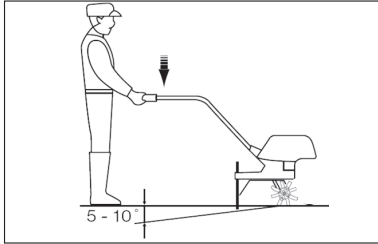

Fig. 10
3. Segure sempre no produto com firmeza. Para uma melhor condução, aplique uma leve pressão nos guias (1) (Fig. 10).